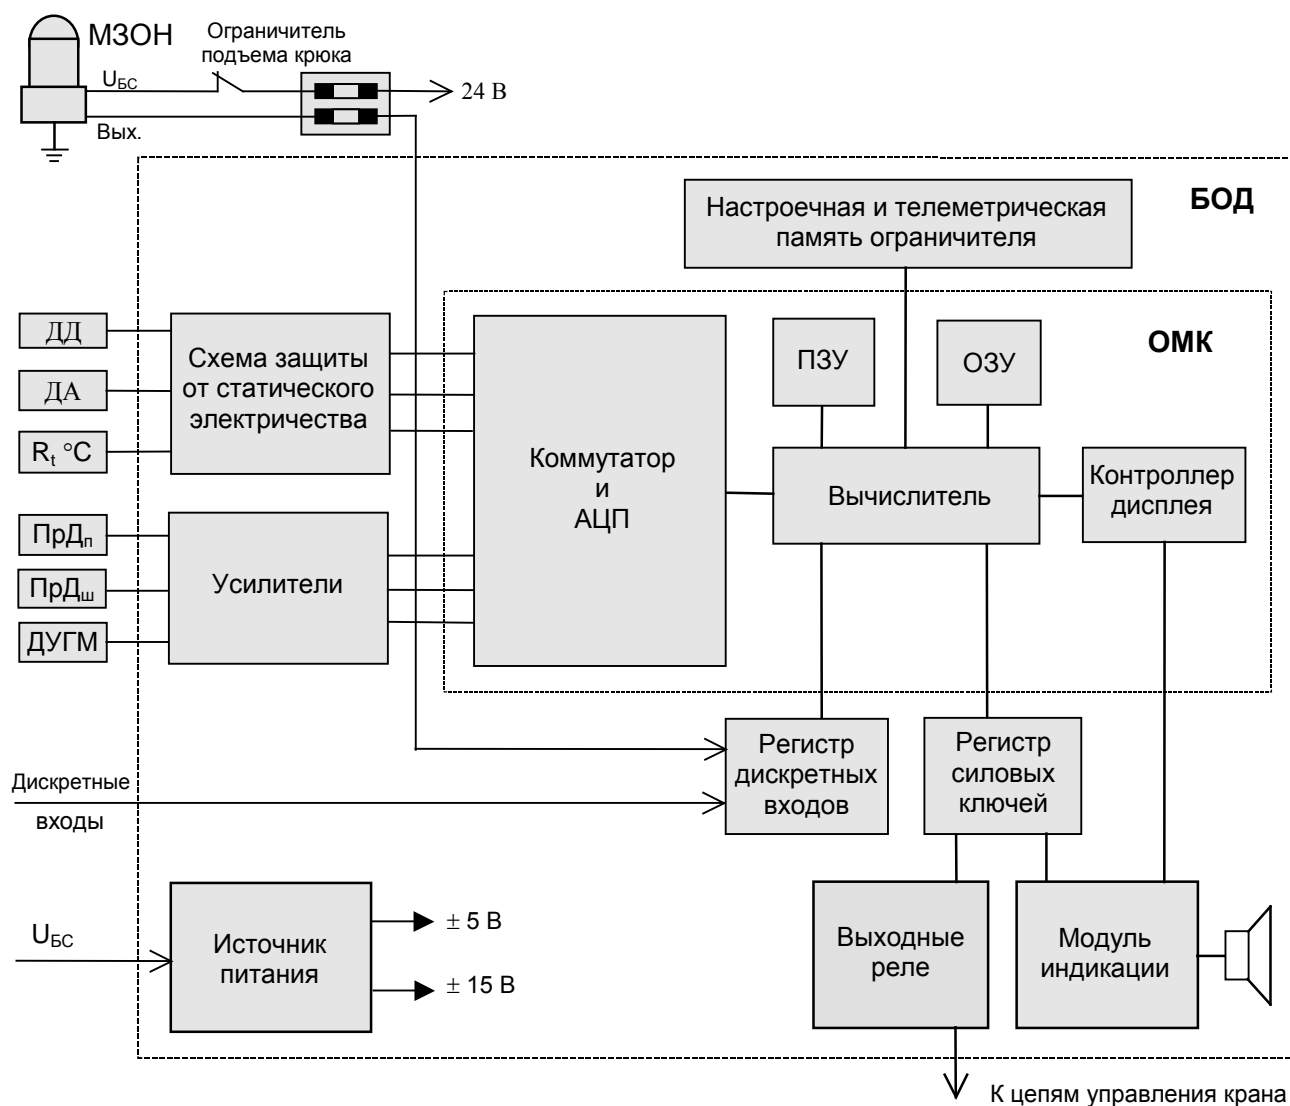

Рисунок 1 - Блок-схема ограничителя
1.4.1 Принцип действия ограничителя (см. рисунок 1) основан на последовательном опросе и преобразовании аналоговых сигналов с датчиков в цифровой код, определении угла и длины стрелы, расчете цифровыми методами величины вылета, высоты подъема (по заданным геометрическим размерам рабочего оборудования крана), а также вычислении фактической массы груза и степени загрузки крана с последующим их сравнением с предельно-допустимыми значениями при выбранном режиме работы.